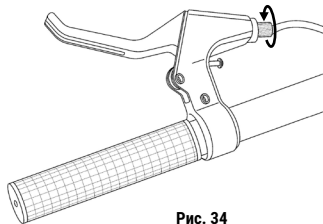

Рис. 34
2. Закрутите до упора регулировочный винт на тормозной ручке и выкрутите на два оборота (рис. 34).